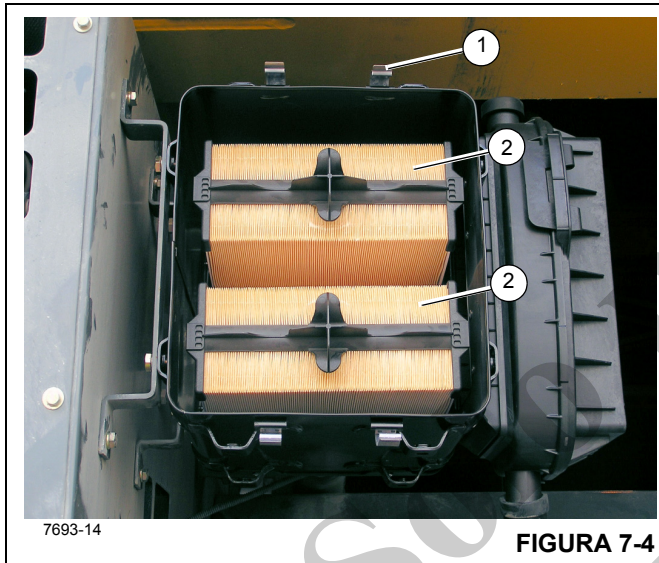

FIGURA 7-4
1. Levante las pinzas (1) (Figura 7-4) que aseguran la cubierta del cuerpo del filtro de aire y retire la cubierta.